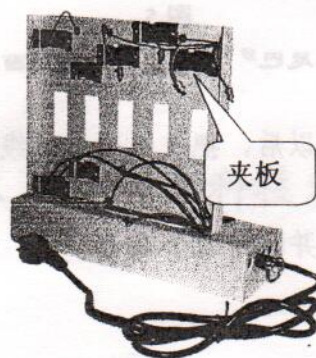

图3
1. 拧下上图所示的四个固定螺钉,向上拉出外壳;拧下夹板前盖(如图3)。